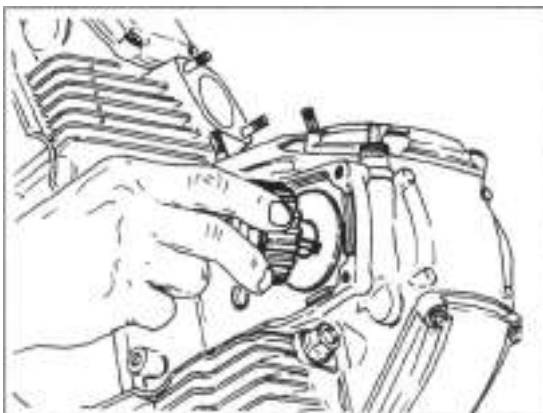

Bild 137
- Treibrad von Nockenwelle abnehmen (Bild 137). Auf Verbleib des Wellenkeils achten.